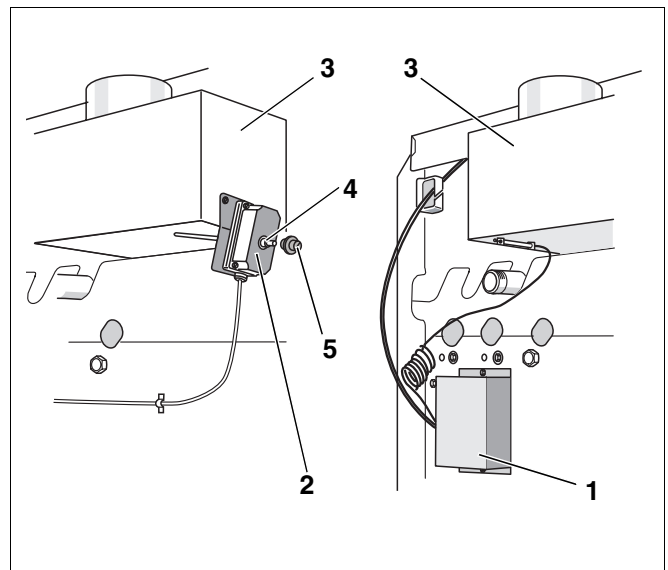

Abb. 16 Abgasüberwachungen
- Die Abgasüberwachung AW 50 (Abb. 16, **Pos. 1**) startet nach einigen Minuten den Brenner wieder automatisch, sofern Wärmebedarf besteht.
- Bei der Abgasüberwachung AW 10 (Abb. 16, **Pos. 2**) entfernen Sie nach ca. zwei Minuten die Schutzkappe (Abb. 16, **Pos. 5**) und drücken den Entriegelungsstift (Abb. 16, **Pos. 4**) ein.